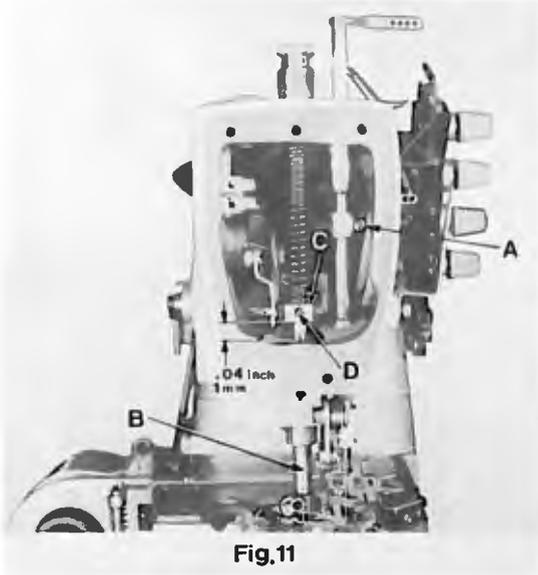
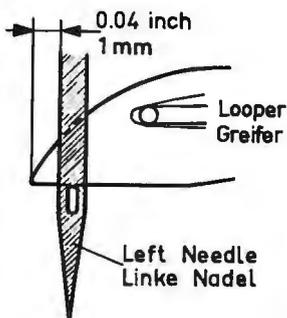

Fig. 11
Fig. 13
2. Loosen screw (A, Fig. 11) and turn needle bar until the needles center the needle holes of throat plate.
3. Retighten screw (A, Fig. 11).
The height of needle bar is correct when the looper point at its travel from right to left is 1 mm = .040 inch left of the left needle (Fig. 13) and the top of the needle eye is even with the underside of the looper. Loosen screw (A, Fig. 11) for this adjustment and move needle bar up or down as required. Retighten screw (A).
2. Lösen Sie die Schraube (A, Fig. 11) und drehen Sie die Nadelstange so, daß die Nadeln mittig in die Stichlöcher einstechen.
3. Ziehen Sie die Schraube (A, Fig. 11) wieder an.
Die Nadelstangenhöhe ist richtig eingestellt, wenn die Greiferspitze bei ihrem Weg von rechts nach links 1 mm links der linken Nadel steht (Fig. 13) und Oberkante Nadelöhr und Unterkante Greifer in gleicher Höhe stehen. Lösen Sie für diese Einstellung die Schraube (A, Fig. 11) und schieben Sie die Nadelstange nach Bedarf nach oben oder unten. Ziehen Sie die Schraube (A) wieder an.